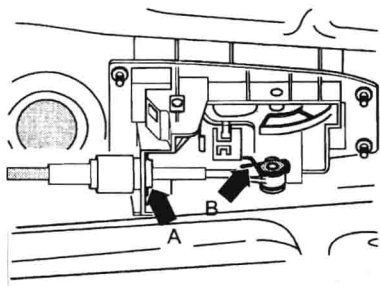
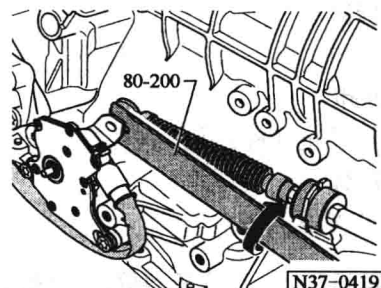

图1-8 从支架上拆下拉索
图1-9 从换挡轴拆下拉索
- ⑤把止动夹_____尾部压在一起并拆卸下来,如图1-8所示。
- ⑥把安装支架上换挡杆拉索的止动垫圈_____向_____拆卸下来。
- ⑦拆卸变速器_____。
- ⑧从_____上拆下换挡杆拉索,如图1-9所示。